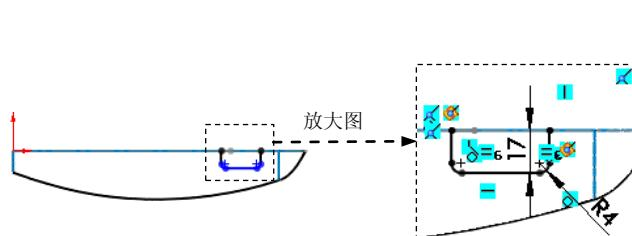

图 6.15.16 草图 8
Step14. 创建图 6.15.16 所示的草图 8。选取上视基准面作为草图基准面，绘制图 6.15.16 所示的草图 8。